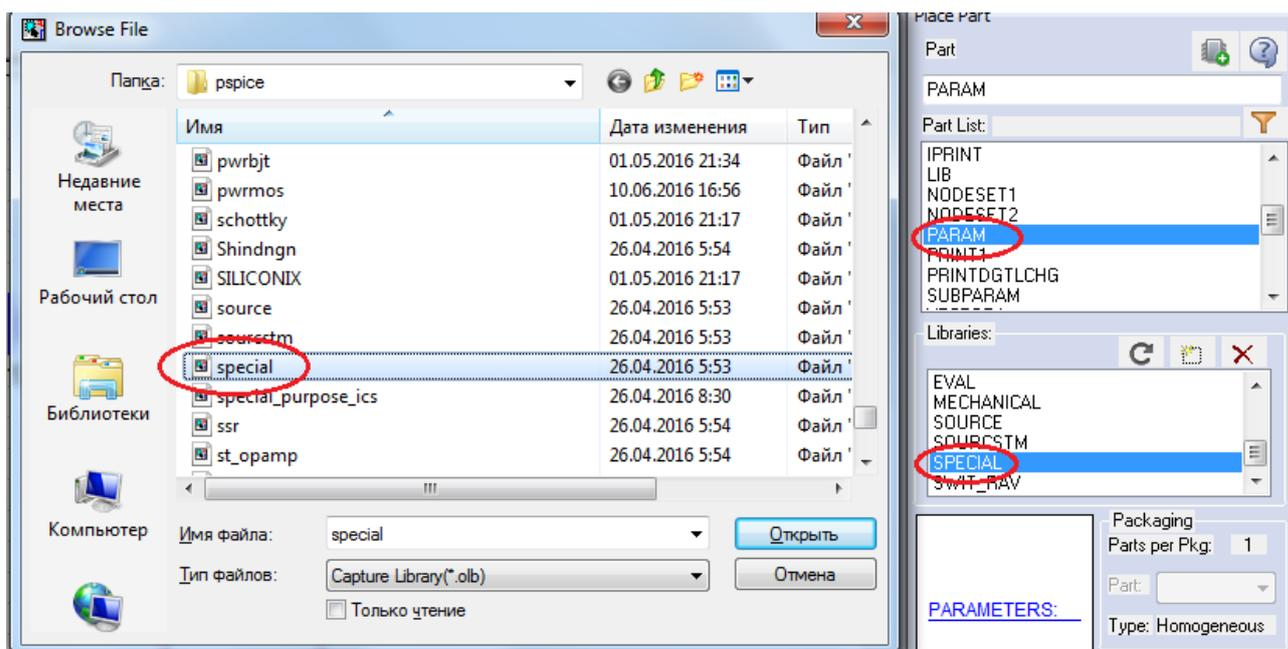

Рис. 1.42. Добавление библиотеки Special
3. В меню библиотеки SPECIAL выбираем PARAM (рис. 1.42).